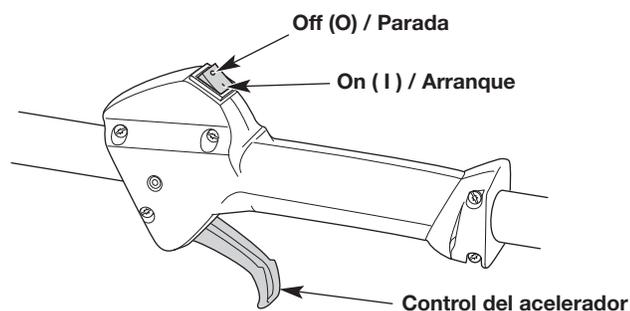

Fig. 9
NOTA: No es necesario encender la unidad. El interruptor de encendido/apagado está en la posición ON (1) (encendido) en todo momento (Fig. 9).
5. Apriete y mantenga oprimido el control del acelerador (Fig. 9).
2. Oprima y mantenga apretado el interruptor de encendido/apagado en la posición OFF (0) (apagado) hasta que el motor se pare por completo (Fig. 9).
6. Apriete y mantenga oprimido el control del acelerador (Fig. 9).